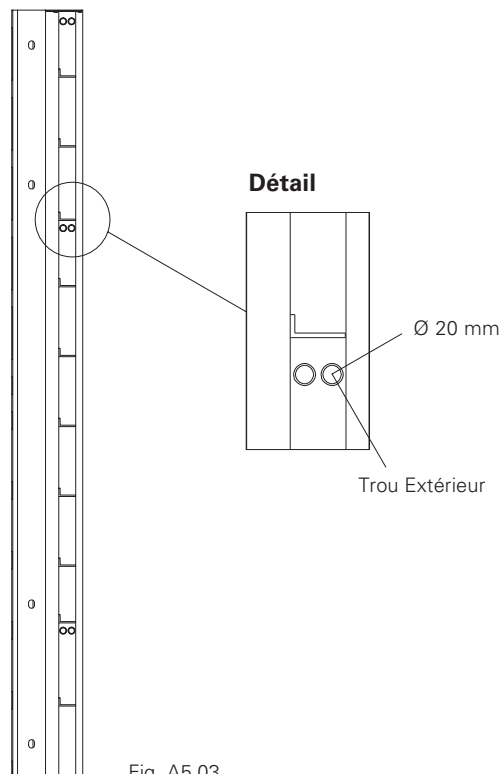

Fig. A5.03
- Lors de l'utilisation de coins articulés comme coins internes à 90°, seuls les trous extérieurs peuvent être utilisés pour l'ancrage si l'on utilise des plaques de pivotement à écrou à oreilles. (Fig. A5.03)
- Lors de l'utilisation de Filières de compensation, par exemple pour les angles obliques, l'ancrage peut se faire par les deux trous (Fig. A5.03)